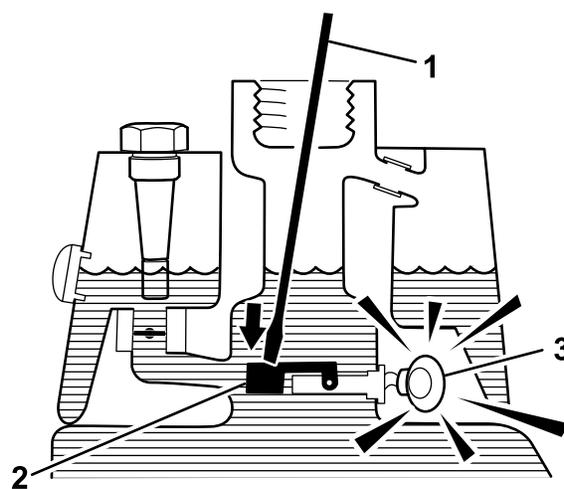

Figure 54
3. Introduisez une tige ou un tournevis propre dans le goulot du réservoir et enfoncez doucement le flotteur du contacteur de niveau (Figure 54) ; l'alarme devrait se déclencher au bout d'une seconde.